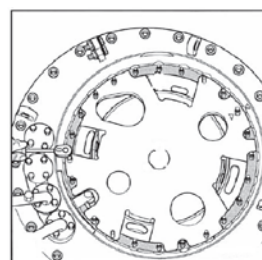

图 27
(3)拆下切换开关本体支撑板(无红色区域)上的紧固螺母(5 个 M8 螺母，13 号扳手，图 27)。